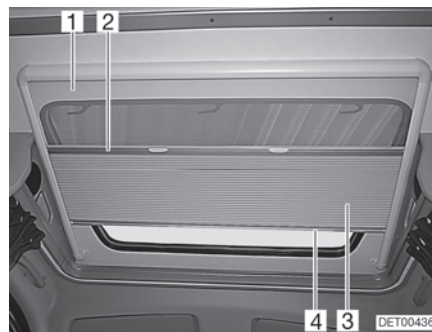

Fig. 49 Lucernario
La tendina oscurante pieghevole (Fig. 49,3) è fissata alla protezione contro gli insetti (Fig. 49,1).
- Afferrare la tendina oscurante pieghevole al centro dell'asta di chiusura (Fig. 49,4) e tirare delicatamente verso il basso.
- Ricondurre lentamente la tendina oscurante pieghevole sull'asta di chiusura (Fig. 49,4).
- Afferrare la protezione contro gli insetti al centro dell'asta di chiusura (Fig. 49,2) e tirarla delicatamente verso il basso.
- Ricondurre lentamente la protezione contro gli insetti sull'asta di chiusura della tendina oscurante pieghevole (Fig. 49,4).